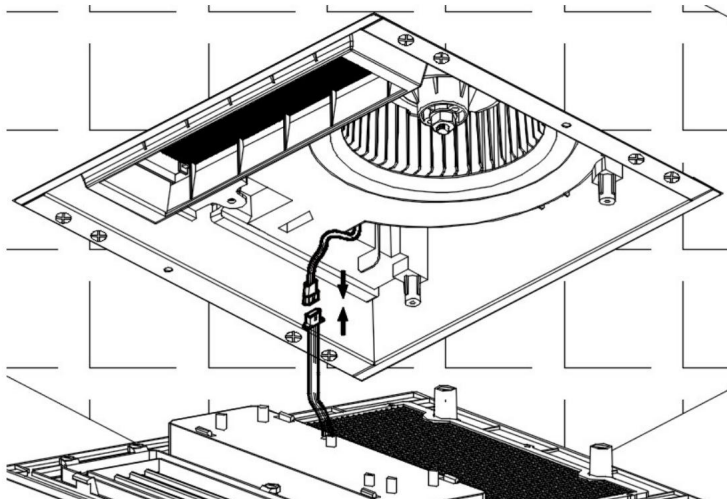

Figura 7.
8. Conecte con cuidado los cables de luz. (Vea la Figura 7).